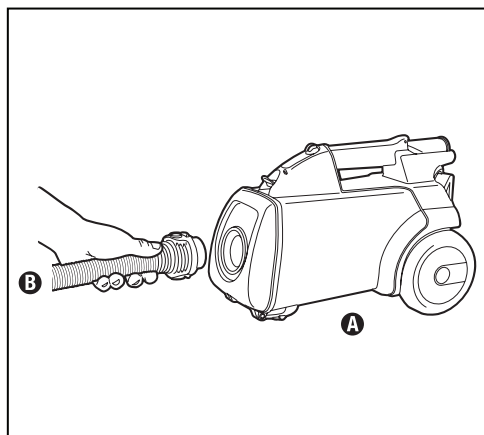

Fig.1
- Étape 1 :** Connectez le tuyau **B** à l'avant du traîneau **A** (Fig.1).